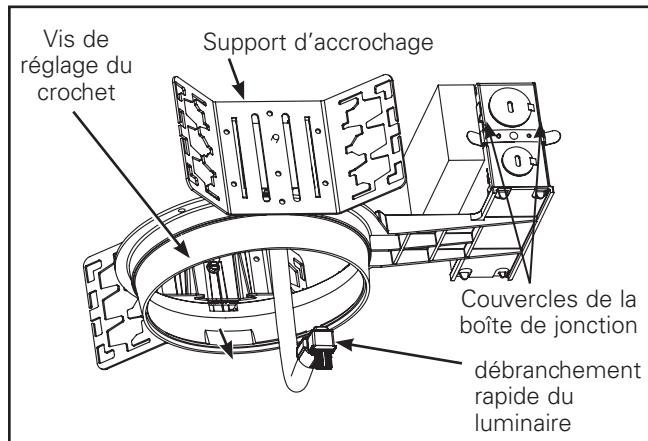
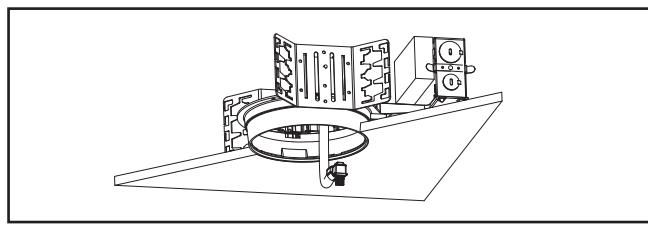

Figure 1.
Figure 2.
2. Vis de réglage du crochet : Ajustez les vis de réglage du crochet (Figure 1) de façon à ce que le bas de l'anneau à plâtre affleure la surface du plafond fini. (Figure 2) Le support de suspension est réversible pour permettre un ajustement complet de 12,7 cm (5 po).